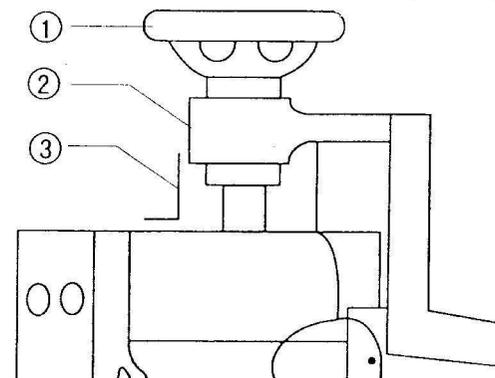
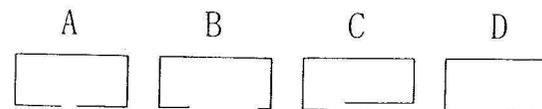
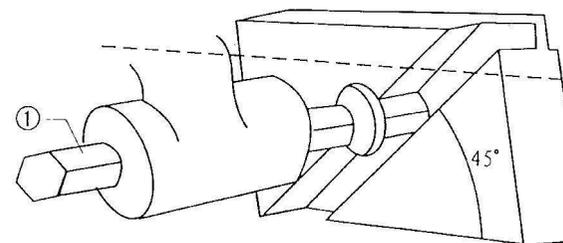
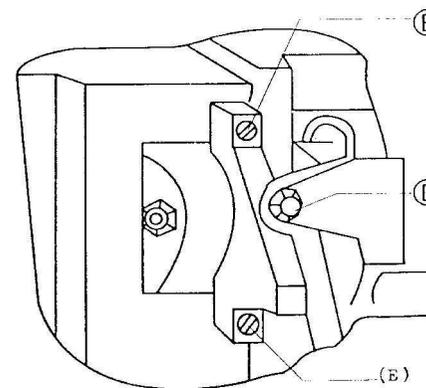

Рис.8
Рис.13
Рис.11
Рис.12
Перед брошюровкой книги необходимо прежде измерить ее толщину (см. рис.8), а затем начинайте поворачивать колесо (1) до тех пор, пока показания на индикаторе (3) и маркере (2) не совпадут с размером толщины книги. Только после этого начинайте брошюровку.
Чтобы сделать левый конец идентичным правому необходимо отрегулировать эксцентрическую ось (1) на рис. 11, а для отладки длины правого необходимо регулировать А на рис. 12.
Положение В и С на рис. 13 могут возникнуть при брошюровке книг различной толщины, т.е. один конец получается слишком длинным, а другой слишком коротким. В обоих случаях необходимо отрегулировать как 1 на рис. 11 так и Д на рис. 12. При состоянии Д на рис. 13 регулировке подлежит только 1 на рис.11, чтобы привести скрепку в положение А на рис. 13.
7. См. рис. 8 в связи с толщиной книги, предназначенной для брошюровки; см. рис. 13 в связи с состоянием концов скрепки; а также см рис. 11 и 12 в связи с регулировкой длины концов скрепки.